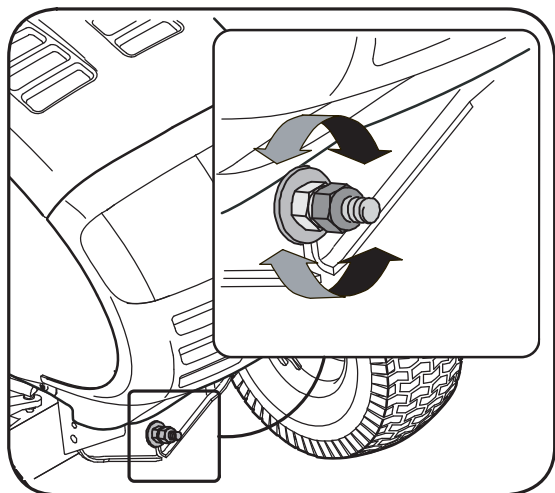

Figure 5-1
3. Repérez le contre-écrou sur l'avant du support de stabilisation. Voir la Figure 5-1. Après avoir desserré le contre-écrou: